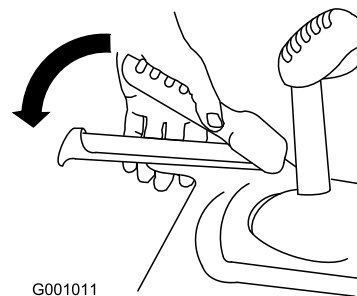

Bild 20
3. Drücken Sie den linken Griff (Fahrtrieb) zum Handgriff (Bild 20).
6. Drücken Sie den linken Griff (Fahrantrieb) zum Handgriff (Bild 20).